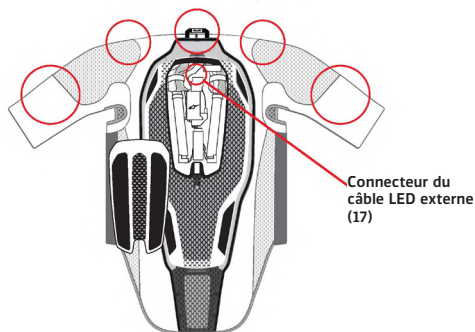

Figure 12 : Emplacements des fixations velcro et du connecteur de l'écran LED externe (17)
1. Préparation du système. Retirez le convertisseur (3) et assurez-vous que toutes les attaches velcro présentes sur la revêtement de base (1) n'ont pas leurs protections attachées. Il y a 5 attaches velcro (Figure 12) : 4 sont placées sur les épaules et 1 sur le cou. Si le vêtement extérieur de protection est équipé d'un écran LED Tech-Air® compatible et intégré dans la manche, il est possible de connecter le système à l'écran LED externe à l'aide du connecteur d'écran LED externe (17) situé sous la protection dorsale (5) par l'ouverture illustrée à la figure 12.